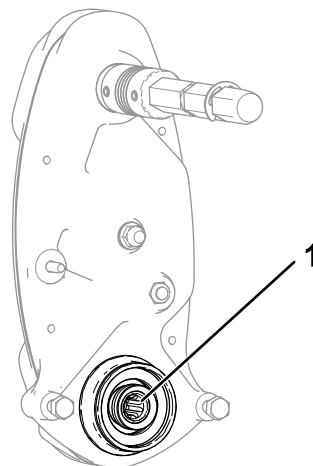

Рисунок 7
3. Проверьте внутреннюю поверхность приводного вала барабана (Рисунок 7) на наличие остатков смазки.